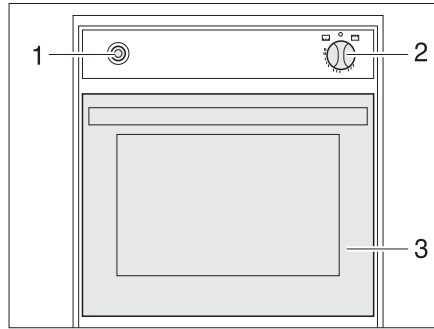

Fig. 134 Horno de gas
- Abrir la puerta del horno (Fig. 134,3) completamente.
- Presionar ligeramente el regulador giratorio (Fig. 134,2) y ponerlo en "🔥" (horno) o "🔥" (grill).
- Presionar el regulador giratorio (Fig. 134,2) y mantenerlo presionado por 5 a 10 segundos. El gas circula hacia el quemador.
- Presionar el interruptor de encendido (Fig. 134,1) tantas veces como sean necesarias para que arda la llama.
- Girar el regulador giratorio (Fig. 134,2) a "0". La llama se apaga.